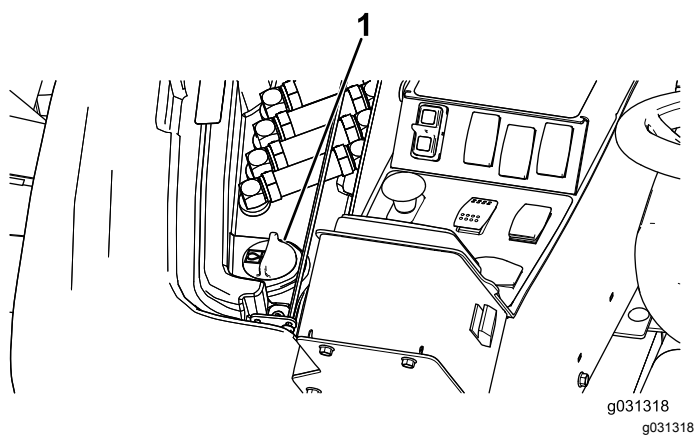

Figura 120
2. En el lado derecho de la máquina, levante la tapa para tener acceso al tapón del depósito hidráulico (Figura 120).
3. Limpie la zona alrededor del cuello de llenado y el tapón del depósito hidráulico (Figura 120).